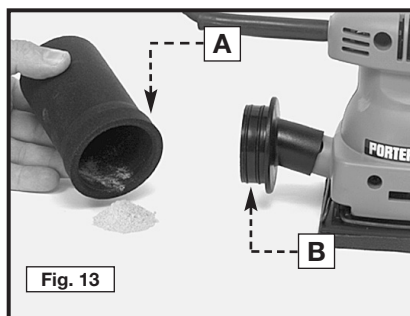

Fig. 13
2. Quite periódicamente el recipiente de polvo (A), Fig. 13, de su pestaña de montaje (B) y vacíe el polvo recogido.